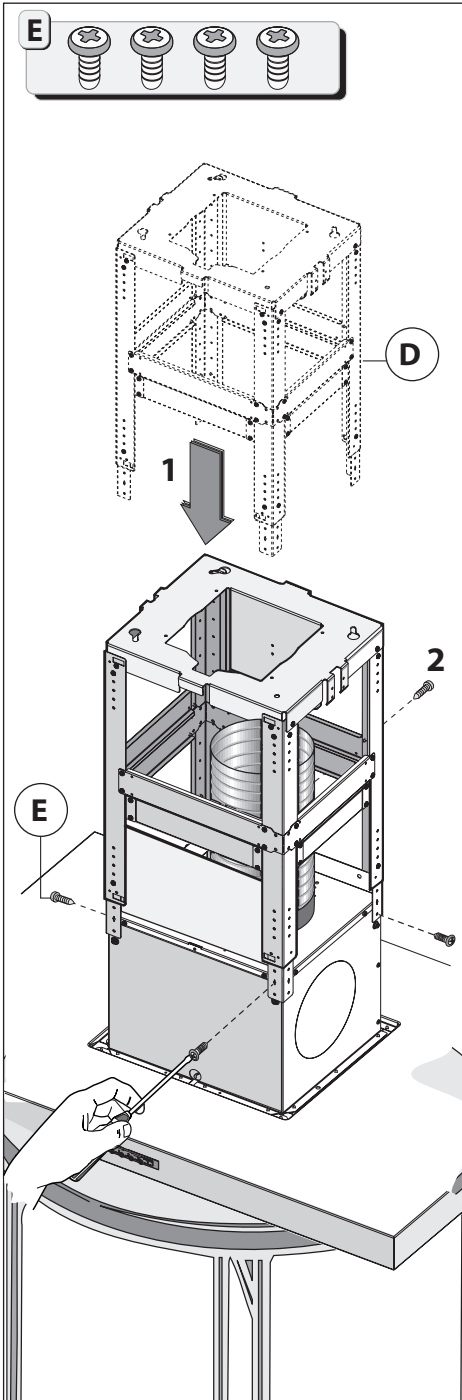

Fig.3
- Tag rammen **D** ud af emballagen og fastgør den til motorboksen med de 4 skruer **E** fig.3.